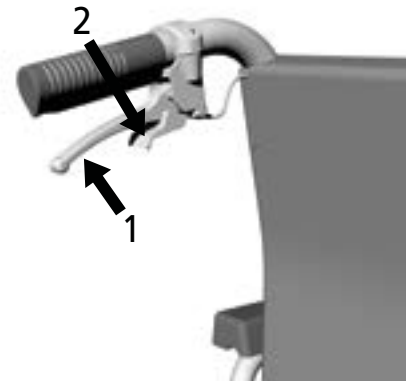

Abb.14
Ziehen Sie gleichmäßig an beiden Bremshebeln (1, Abb. 14).
1. Ziehen Sie an beiden Bremshebeln (1, Abb. 14).
2. Drücken Sie die Sperrklinken von sich weg, bis sie einrasten (2, Abb. 14). Die Trommelbremse ist nun arretiert.